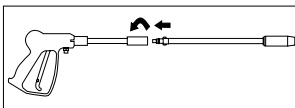

Figure 6 - Branchement de Pistolet/Busse
1. Introduire la lance dans le pistolet et tourner au sens des aiguilles d'une montre à l'arrêt positif tel qu'indiqué sur la Figure 6.